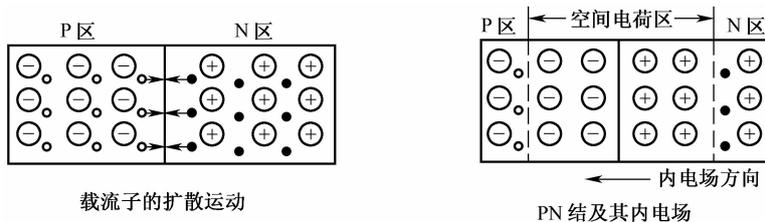

图 1-1-5 半导体两种载流子的运动及 PN 结的形成
(1) 扩散运动：交界面两侧的电子和空穴存在浓度差，载流子将会从浓度高的区域向浓度低的区域运动，这种运动称为扩散运动，形成一个很薄的空间电荷区，空间电荷区产生了一个由 N 区指向 P 区的内电场，如图 1-1-5 所示。